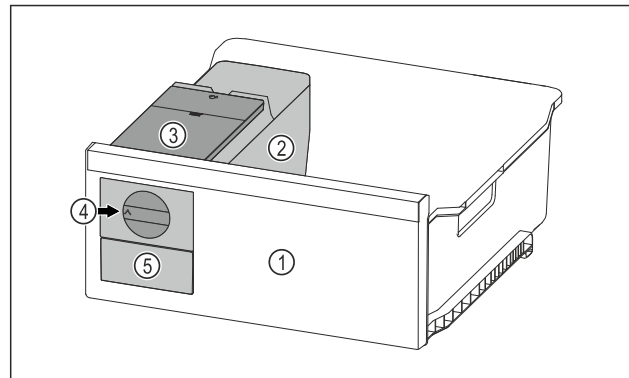

Fig. 97 Ilustrační zobrazení
- Otočte otočný knoflík Fig. 97 (4) ve směru hodinových ručiček až na doraz.
- Kostky ledu padají z misky na kostky ledu do zásuvky na kostky ledu Fig. 97 (5). Pokud se ze misky na kostky ledu neuvolní všechny kostky ledu: